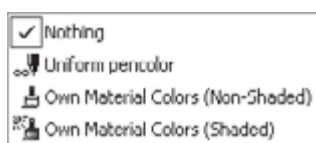

Рис. 11.6. Способы закраски поверхностей нерассеченных объектов
- ❶ Fill Uncut Surfaces with (Закрасить нерассеченные поверхности). Элемент определяет закраску поверхностей объектов, расположенных за плоскостью разреза. Щелчок кнопкой мыши на элементе вызывает меню (рис. 11.6), из которого можно выбрать способ закраски.
- ❶ Nothing (Без закраски). Поверхности объектов не закрашиваются.
- ❶ Uniform pencolor (Единое перо). Становится доступным параметр, отвечающий за выбор пера для закраски поверхностей всех нерассеченных объектов.
- ❶ Own Material Colors (Non-Shaded) (Цвет материала объекта (без затенения)). Поверхности объектов, расположенных за плоскостью разреза, будут отображены цветом поверхности, определенным для конкретного объекта.
- ❶ Own Material Colors (Shaded) (Цвет материала объекта (с затенением)). То же, что и предыдущий способ, но при закраске будут учтены параметры освещения объекта, описанные ниже.